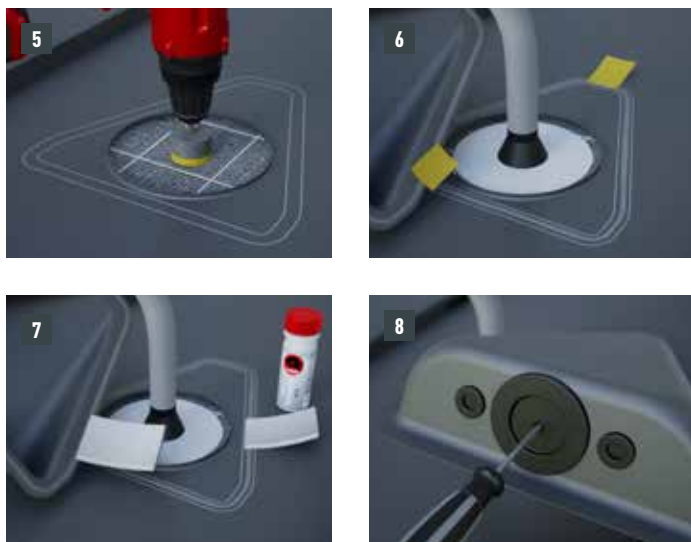

Fig. 10 • Posa della bocchetta Solar
- L'installazione della linea di messa a terra deve essere effettuata per ciascuna area continua del tetto. (Fig. 10).
- Montare e premere la bocchetta Solar in posizione. (Fig. 10)